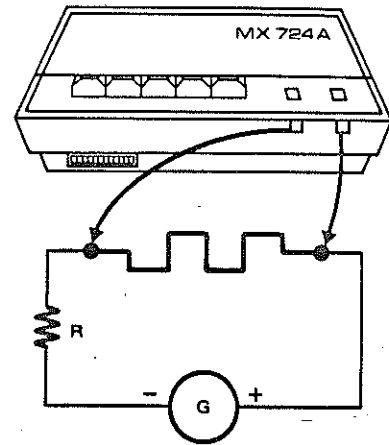

FIG 4 - Mesure du courant avec shunt 30 A
- Brancher le shunt comme indiqué Fig. 4